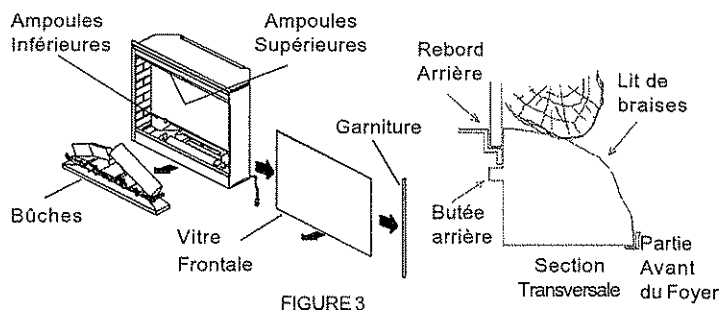

FIGURE 3
11. Replacer l'ensemble de bûches en insérant la partie avant du foyer, et pousser sur la partie arrière du lit de braises jusqu'à ce qu'il s'enclenche en place (Figure 3).